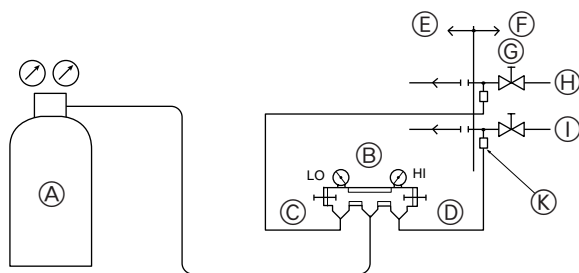

Fig. 5-9
① Έλεγχος αεροστεγανότητας (Fig. 5-9)